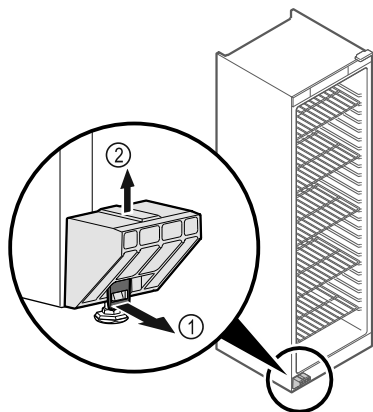

Fig. 5
- Beugel Fig. 5 (1) naar voren trekken.
- Transportbeveiliging Fig. 5 (2) naar boven toe lostrekken.